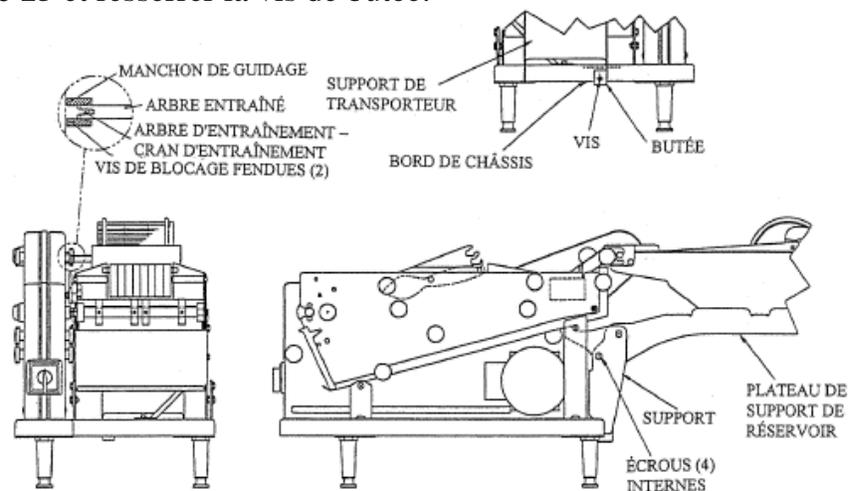

Figure 15
4. Desserrer les (4) écrous qui maintiennent le plateau de support de réservoir en place.
5. Vérifier que le manchon de guidage coulisse librement sur le joint. Si ce n'est pas le cas, répéter l'étape 4 ci-dessus. Lorsqu'il coulisse librement, serrer les (4) écrous et continuer avec les réglages suivants.
8. Glisser la butée contre le support de transporteur comme illustré dans la **Figure 15** et resserrer la vis de butée.